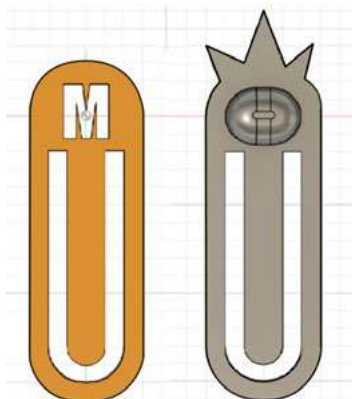

Рис. 13
4. Самостоятельно создайте украшение на закладке. Украшением может служить выведенная буква вашего имени, выпуклое изображение или изменение общего контура закладки (рис. 13).